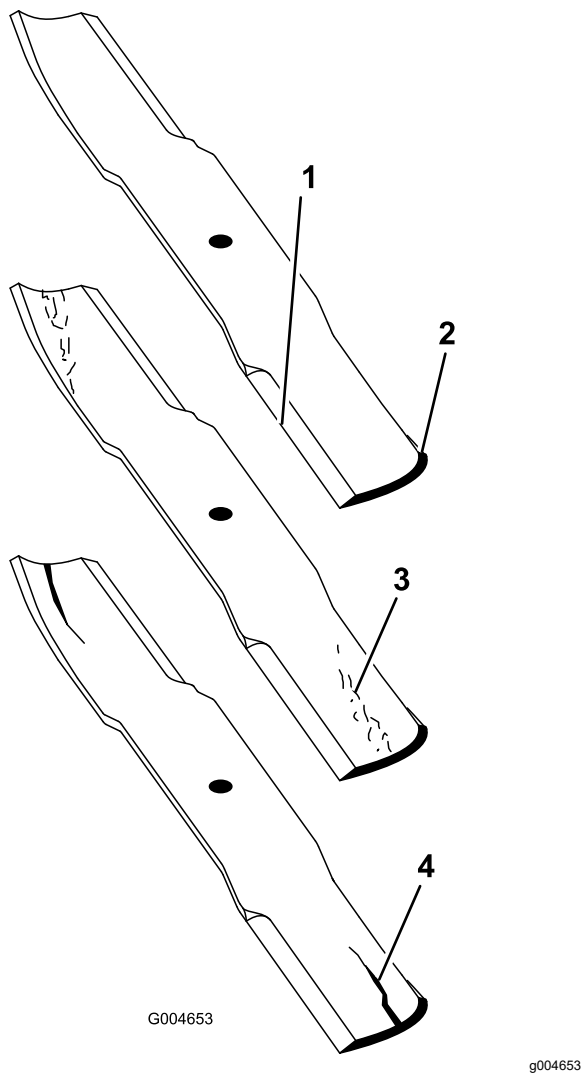

**Figura 130**
2. Examinați cu atenție capetele de tăiere ale lamei, în special acolo unde se întâlnesc părțile plate i curbate ale lamei (Figura 130).
**Notă:** Deoarece nisipul i materialele abrazive pot îndepărta metalul care unete partea plată cu cea curbată a lamei, verificați lama înainte de a utiliza maina de tuns iarba. Dacă se constată semne de uzură (Figura 130), înlocuiește lama.